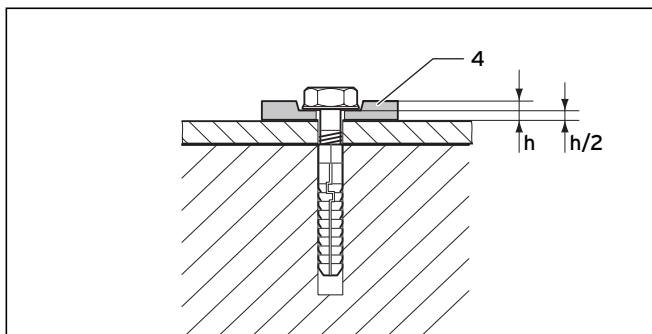

Рис. 6.35 Крепление гибкими подкладными шайбами
- Закрепите основание оголовка шахты (2) четырьмя винтами на краю устья.
Обязательно используйте четыре гибких подкладных шайбы (4), чтобы можно было сбалансировать расширение материала. Спрессуйте подкладные шайбы на 50 %, см. рис. 6.35.